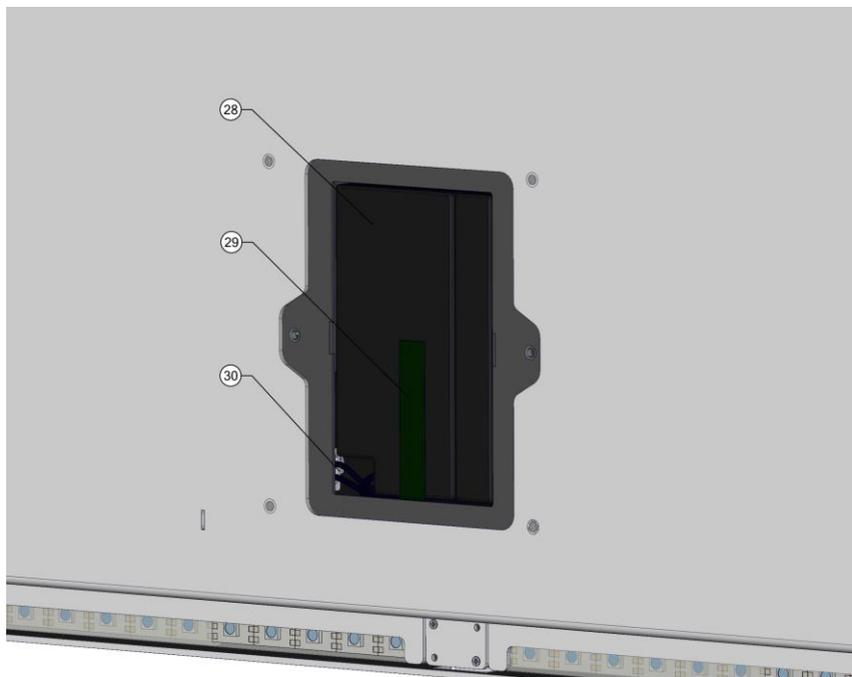
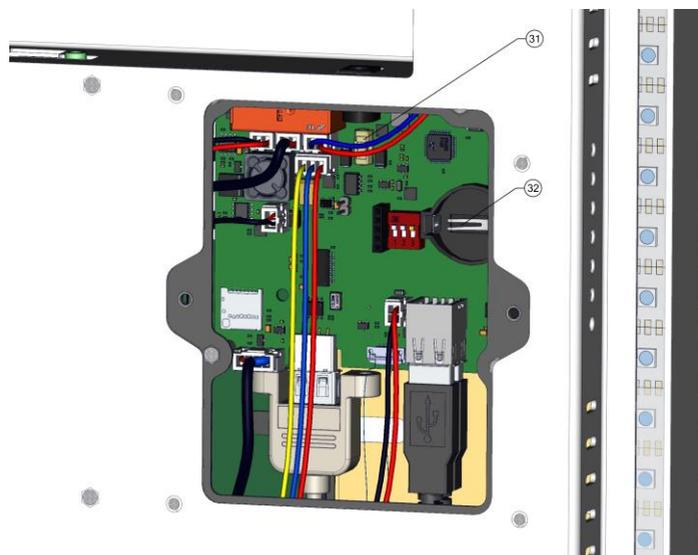
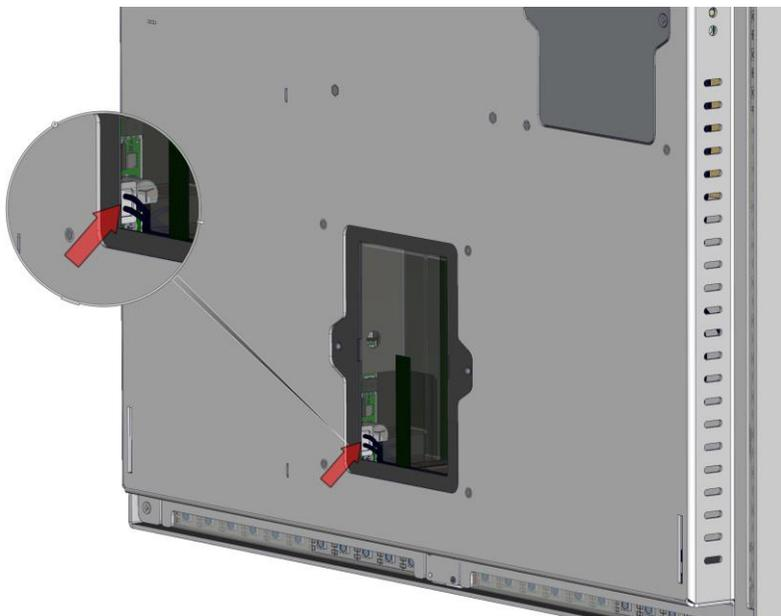

Рисунок 9.1.3 Схема расположения компонентов под люком
Рисунок 9.3.3
Рисунок 12.1 Разъем АКБ
После того, как АКБ будет извлечен из ниши устройства, необходимо отсоединить разъем кабеля питания АКБ (поз.30 рис. 9.1.3).
2. Перед включением устройства, необходимо подключить АКБ и установить плоскую батарейку на плату управления. Для этого необходимо открутить крышку люка АКБ (поз.12 рис.8.1.3), снять АКБ, подключить разъем питания АКБ (поз. 30 рис.9.1.3), а также установить батарейку на ее посадочное место (поз.32 рис. 9.3.3), батарейка прилагается в комплекте. Алгоритм снятия люка АКБ (поз.12 рис.8.1.3) и АКБ описан в пункте по замене АКБ (стр.23). Алгоритм по снятию люка платы управления (поз.11 рис. 8.1.3) описан в пункте по замене предохранителя (стр.27). Разъем АКБ в плате изображен на рис.12.1